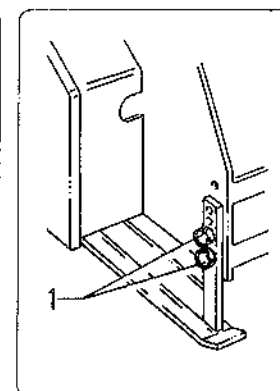

fig. 5.2.3
5.2.3 - Réglage des patins latéraux fig. 5.2.3